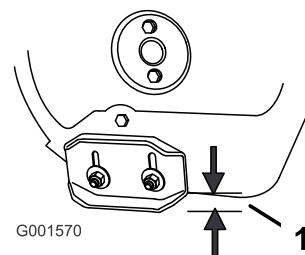

Рисунок 44
2. Ослабьте затяжку гаек, крепящих оба полоза к боковинам шнека, так, чтобы шнек мог легко перемещаться вверх и вниз (Рисунок 44).